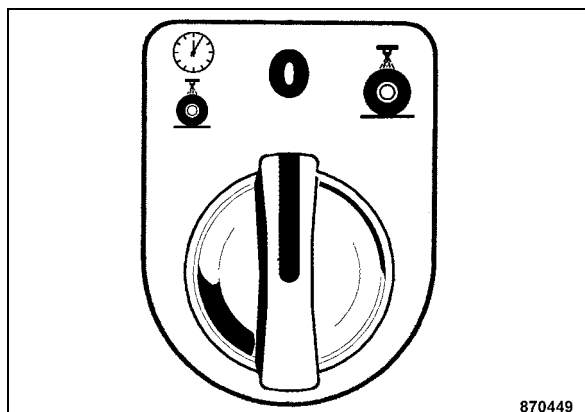

Fig. 100
- Porre l'interruttore rotante / tasto spruzzatura ruote di gomma (Fig. 100) in posizione "Sinistra" per intervallo (posizione di arresto) o in posizione "Destra" e tenerlo fermo per il tempo necessario.